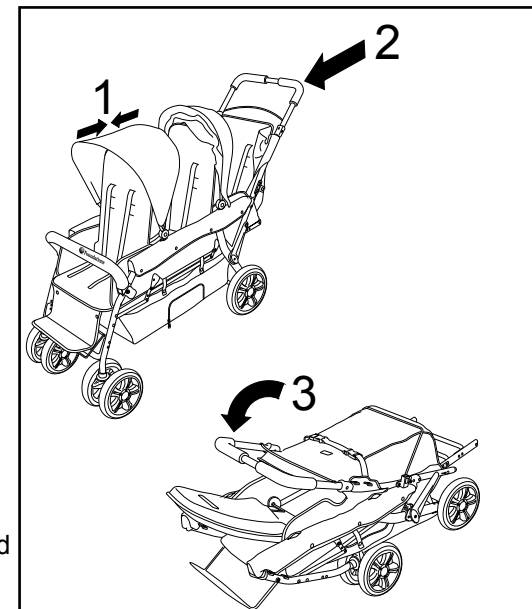

Abbildung 10
zusammen und Sitze in aufrechter Stand für einfachere Faltvorgang (1) Siehe Abbildung 10.